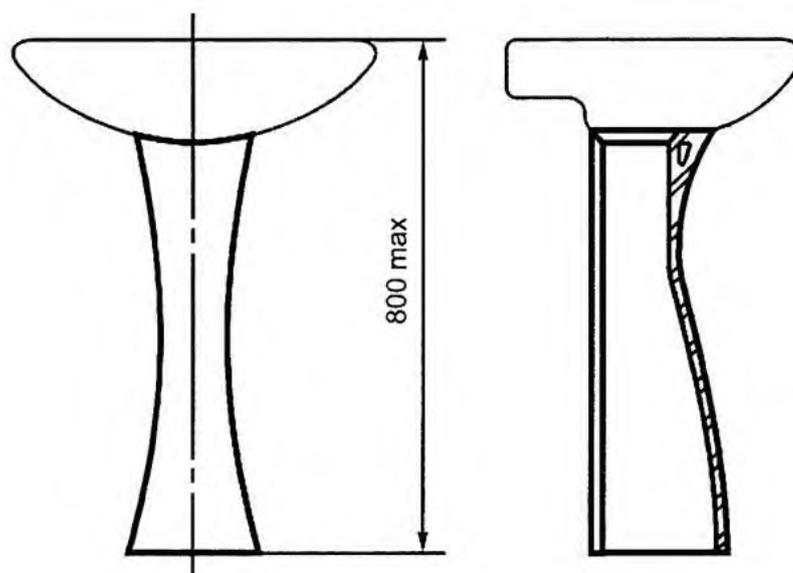

Рисунок 4 - Керамический пьедестал с умывальником
3.3.6 Конфигурация верхней поверхности керамического пьедестала должна соответствовать конфигурации нижней поверхности чаши умывальника, для которого предназначается пьедестал (рисунок 4).